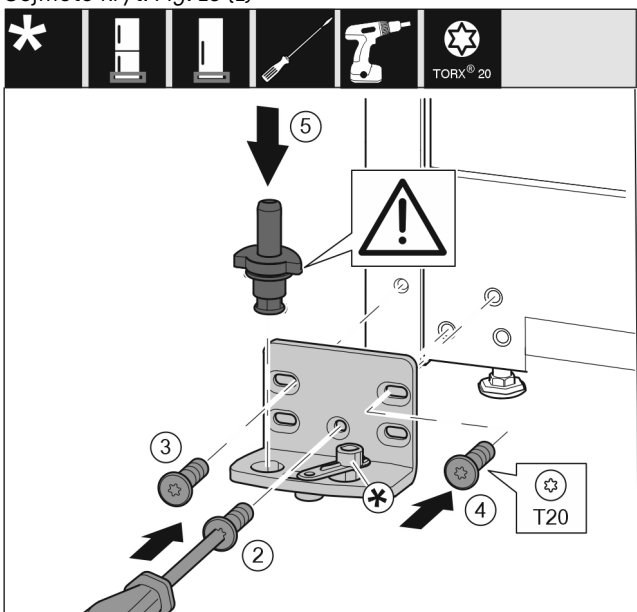

Fig. 14
- Nasad'te stojan ložiska na druhé straně a přišroubujte pomocí šroubováku T20. Začněte šroubem 2 dole uprostřed. Fig. 14 (2)
- Pevně utáhněte šroub 3 a 4. Fig. 14 (3,4)
- Zcela vložte ložiskový čep. Přitom dávejte pozor, aby zajišťovací vačka směřovala dozadu. Fig. 14 (5)